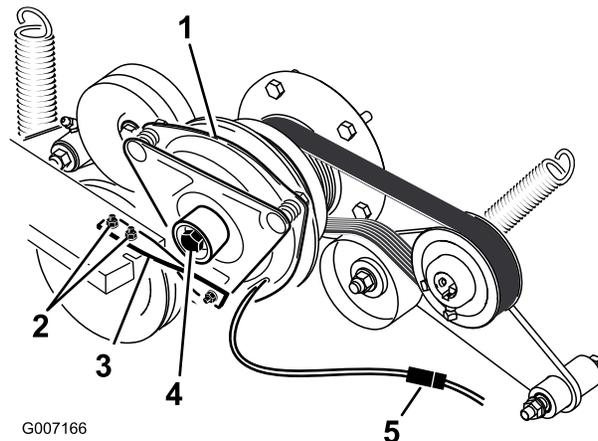

**Figura 52**
5. Tire hacia arriba de la polea tensora tensada con muelle de la correa de la toma de fuerza, y retire la correa de la polea del embrague (Figura 52).
17. Tire hacia arriba del brazo tensor tensado con muelle de la correa de la toma de fuerza, e instale esta en la polea del embrague (Figura 52).